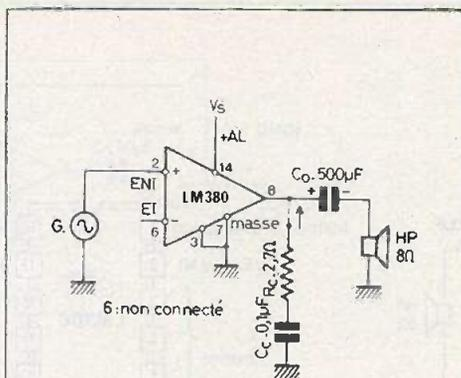
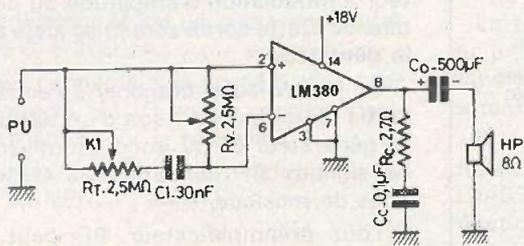

Fig. 5
Fig. 7
A la figure 5 on donne le schéma du montage amplificateur de puissance, à un seul composant extérieur, le condensateur C_0 disposé entre la sortie du CI et le haut-parleur. Le LM 380 possède deux entrées, l'une inverseuse EI, à la broche 2 et l'autre non inverseuse à la broche 6.
Les brochages indiqués sur les figures 5 et 6 et suivantes sont valables pour le LM 380 monté dans le boîtier à 14 broches Dual In Line, dont nous donnons le détail à la figure 7 (A).